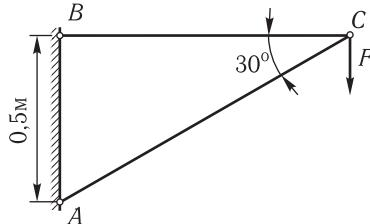

Рис. 2.15
**2.28.** До вузла  $C$  кронштейна  $ABC$  прикладено силу  $F = 50$  кН (рис. 2.15). Стрижень  $BC$  сталевий діаметром 30 мм, стрижень  $AC$  дюралюмінієвий діаметром 40 мм. Визначити напруження в стрижнях, а також вертикальне, горизонтальне і повне переміщення вузла  $C$ . Модуль пружності сталі  $E_c = 2 \cdot 10^5$  МПа, дюралюмінію  $E_d = 0,7 \cdot 10^5$  МПа.